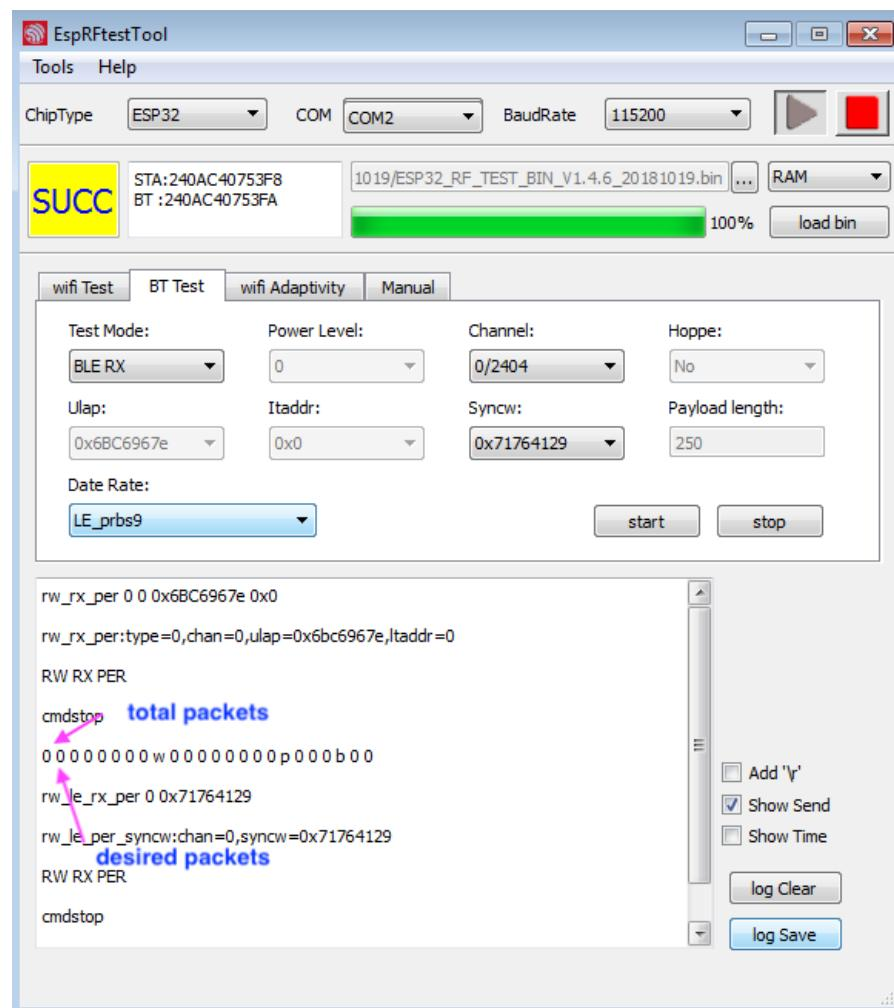

图 5-4. BT RX 测试日志界面
(1) 如测试 LE channel 0 的接收性能, **Test Mode** 为 “**BLE RX**”, 选定 **Channel**: 0/2404, **Data Rate**: LE_prbs9, 参考如图 5-4 所示;
(2) 仪器发包结束后, 运行 “**stop**”, 返回收包详细信息。打印收到包个数的格式为: 0 0 0 0 0 0 0 w 0 0 0 0 0 0 0 p 0 0 0 b 0 0